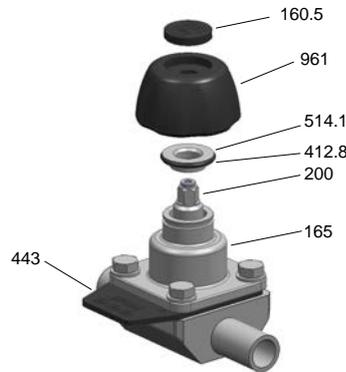

Figura 2: SISTO-C HV
5. Applicando il coperchio [160.5] il volantino [961] rimane saldamente fissato sull'asta [200] (vedere figura 2).